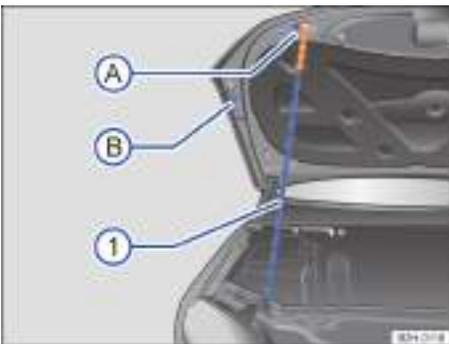

Fig. 171 Sujeción del capó del motor con la varilla de apoyo.
- Desencape la varilla de sujeción del lado derecho del portacierre por el extremo de color → fig. 171 ① → ▲.
- Introduzca el extremo de color de la varilla en la fijación → fig. 171 (A) o (B).